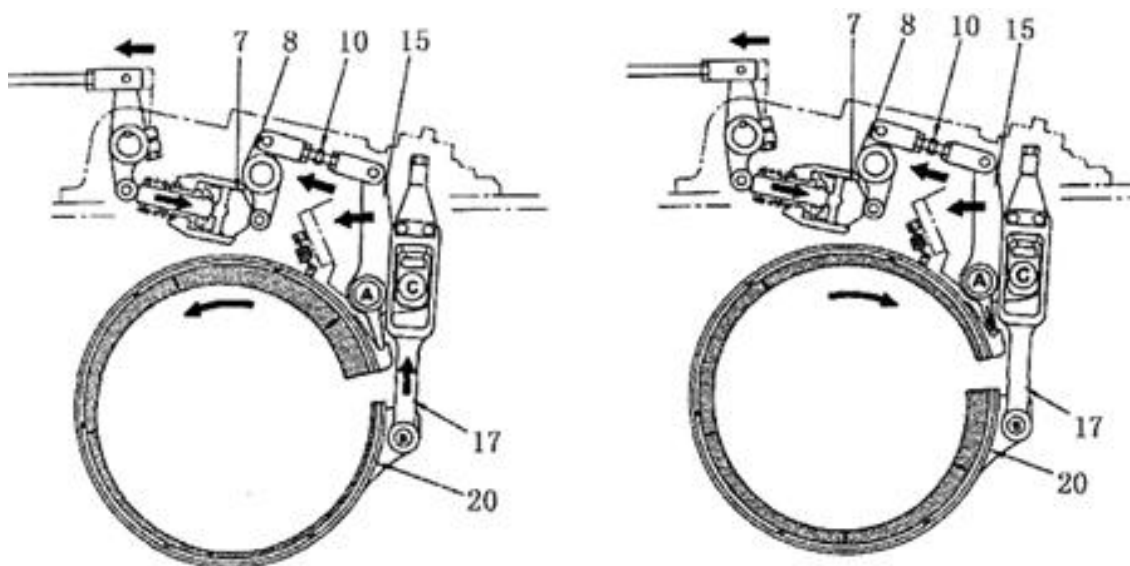

Рис. 5-40
Если внешний барабан муфты рулевого механизма вращается вперед (см Рис. 5-40А), то к педали тормоза применяется минимальное тормозное усилие, и расстояние между тормозной лентой и внешним барабаном сокращается до частичного соприкосновения деталей. В результате трения вершина тормозной ленты касается наконечника (13) и проталкивает палец А в канавку рычага (11). При повторном применении тормозной силы, рычаг (14), палец В и рычаг (11) будут двигаться по направлению стрелки. На данном этапе осуществляется удерживание внешнего барабана.
Если внешний барабан муфты вращается в обратную сторону (см. Рис. 5-40В), рычаг (14), палец В и рычаг (11) будут двигаться в направлении, показанном на рисунке, для удерживания внешнего барабана. Однако в этом случае крутящий момент достигает точки С.
2. Принцип работы клапана усиления (Рис. 5-40)